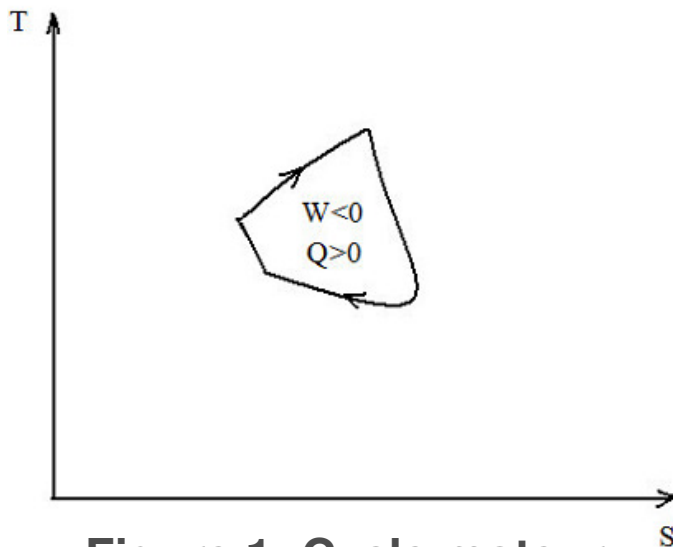

Figure 1: Cycle moteur
- si le cycle est décrit dans le sens des aiguilles d'une montre, alors le travail est négatif ($W < 0$) et le cycle est dit moteur (figure 1).